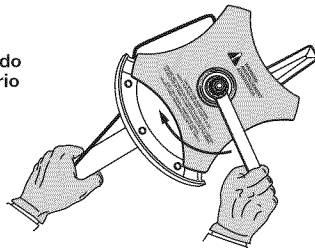

Fig. 6
2. Sostenga la varilla de cierre en su lugar junto al brazo de la unidad (Fig. 6).
3. Mientras sostiene la varilla de cierre, afloje la tuerca de la cuchilla girándola en sentido horario con una llave de casquillo o de boca cerrada de 5/8 de pulgada (Fig. 6).